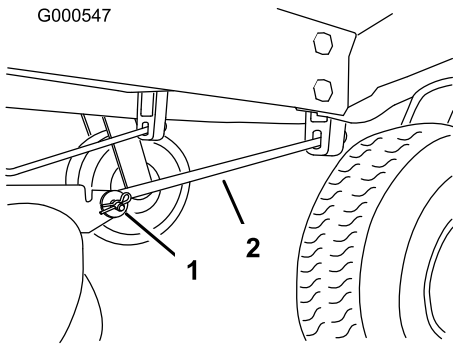

Figura 57
**Nota:** Após ajustar as porcas de ajuste, certifique-se de que não existe folga em qualquer barra de suporte (Figura 57). Aperte qualquer uma para eliminar a folga (Figura 56).
4. Remova o contrapino do gancho e pino de segurança da barra de suporte da frente em cada lado do cortador (Figura 57).
8. Coloque as barras de suporte frontais à máquina com os pinos de segurança e contrapinos do gancho (Figura 57).